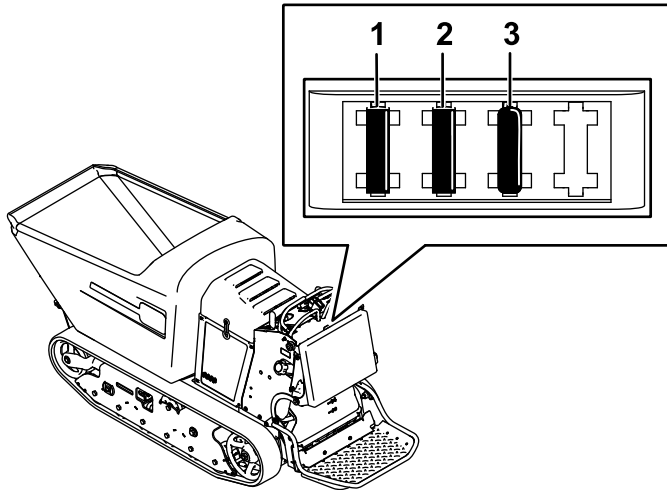

Figure 34
2. Tirez sur le fusible pour le sortir ou le remplacer (Figure 34).
Remarque: Veillez à utiliser un fusible du bon calibre Figure 34.